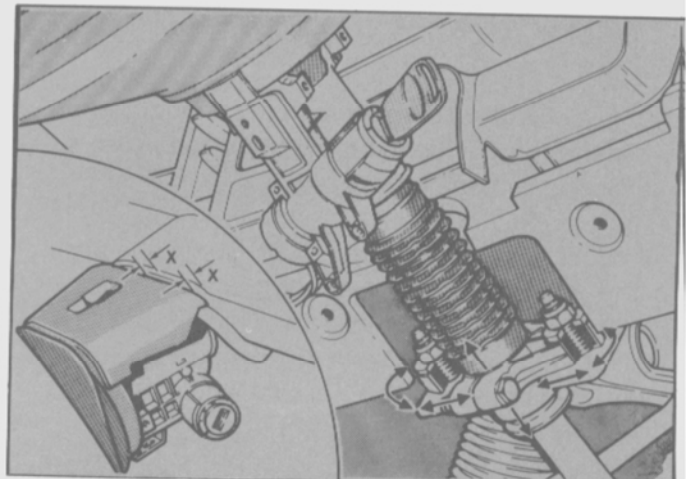

Fig. 30 - Distancia entre cubierta superior y panel de tablero.
- Ajustar la columna de dirección hasta conseguir la separación especificada entre la cubierta superior y el panel del tablero (Fig. 30).